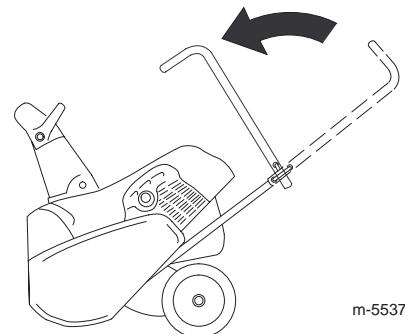

Figure 28
2. Positionnez la partie supérieure du mancheron comme illustré à la Figure 28.